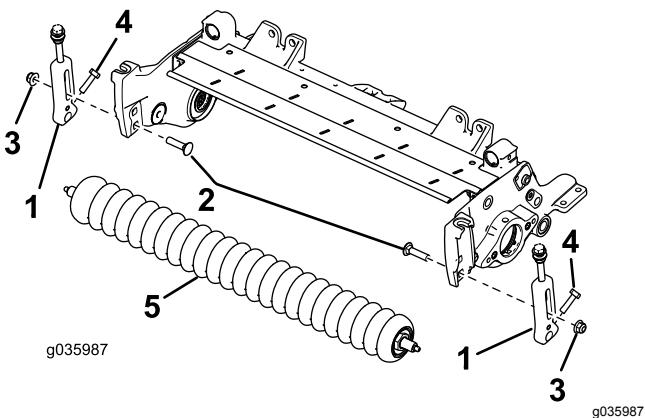

图5
6. 拆下把剪草高度HOC支架固定到滚刀组侧板上的托架螺栓和锁紧螺母**图5**。
7. 旋松将剪草高度支架固定至前滚筒轴上的螺丝**图5**。
8. 从滚刀组侧板上拆下现有剪草高度支架和前滚筒**图5**。